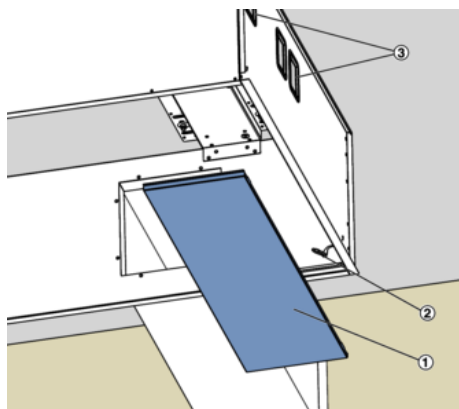

Abb. 31: Seitenblenden einlegen
9. Die Seitenblenden (Abb. 31/1) am Fangseil (Abb. 31/2) einhängen und einlegen.
Für eine einfachere Montage des Lüftungsgerätes (ggf. auch zeitlich versetzt zur Zargenmontage) empfehlen wir die Anschlüsse für Wasser, Strom und Kommunikation vorzubereiten und diese in die dafür vorgesehenen Öffnungen an der Zarge (Abb. 31/3) einzuführen.